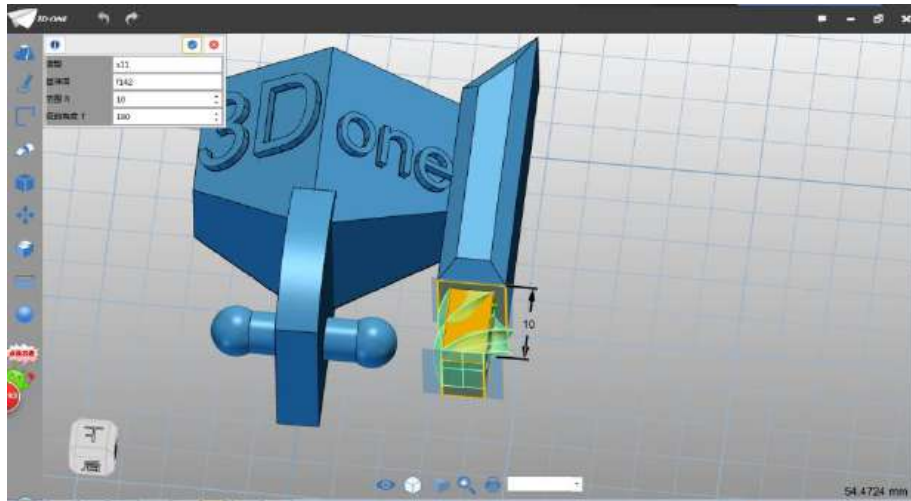

图 3-14
Step 14 范围输入 10，扭转角度设为 180，如下图 3-14 所示：